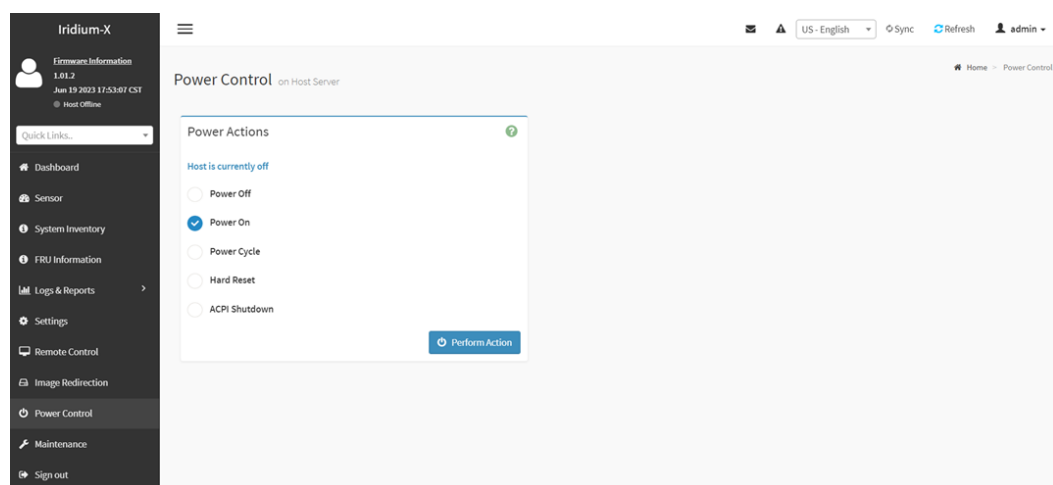

Рисунок 45 - Раздел «Power Control»
8) Раздел «Power Control» содержит варианты управления сервером (см. Рисунок 45).